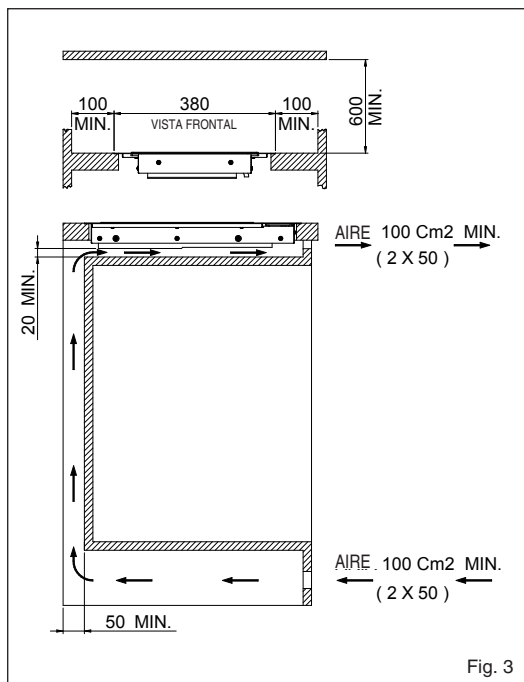

Fig. 3
- prever pasos de aire tal como se indica en la figura (Fig.3).